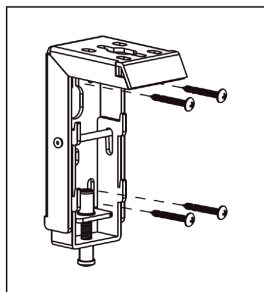

Figure 2
1. **Montage sur des structures porteuses en bois** : vissez les vis fournies 5x40 mm dans les trous des équerres, tel qu'indiqué dans les figures 2 et 3.